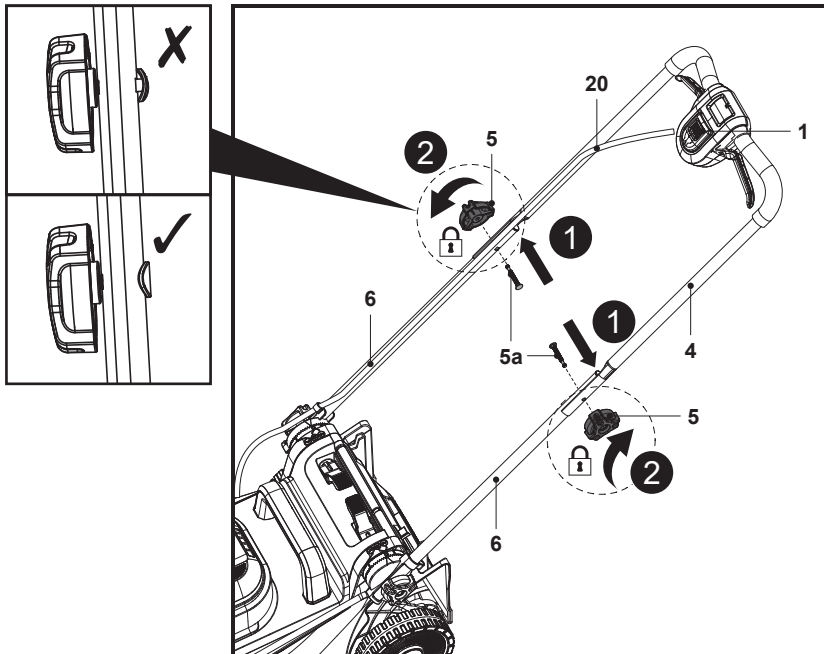

Fig. 3
1. Sujete la barra superior del manillar (4) con el botón del interruptor de seguridad (1) orientado hacia arriba.
2. Alinee los orificios de montaje de la barra superior del manillar (4) y las barras inferiores del manillar (6)
3. Pase el perno de montaje (5a) a través de los orificios de montaje en el extremo (Fig. 3, paso 1).
4. Asegure la barra superior del manillar (4) con la barra inferior del manillar (6); para ello, gire el mando de bloqueo (5) hacia la derecha en la rosca del perno de montaje (5a) para apretarlo (Fig. 3, paso 2).
5. Asegúrese de que el cable de control (20) pasa por la parte superior de la barra superior del manillar (4) y la barra inferior del manillar (6).